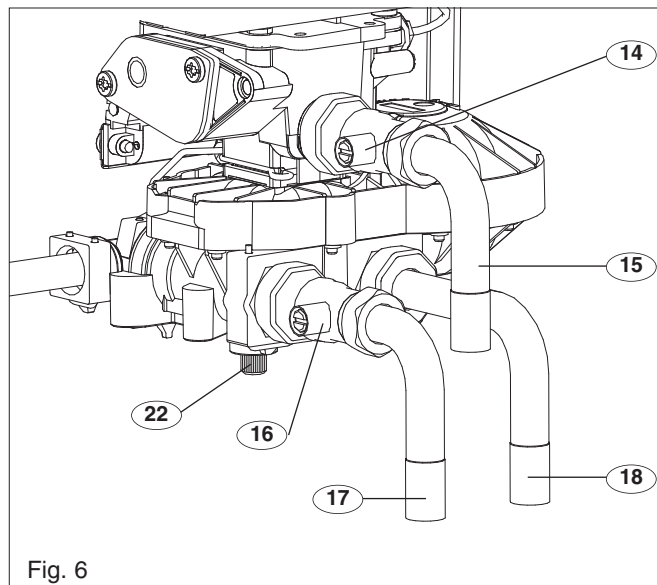

Fig. 6
Raccordement gaz naturel (fig. 6) :
Raccordement gaz butane - propane (fig. 6) :
Raccordement eau froide (fig. 6) :
Raccordement eau chaude (fig. 6) :
- Vérifier que les robinets d'arrivée d'eau froide repère (16) (fig. 6) et de gaz repère (14) (fig. 6) ou le détendeur de l'installation butane ou propane sont ouverts.
- Fermer le robinet d'arrivée d'eau froide repère (16) (fig. 6, page 4).
- Dévisser le bouchon de purge (22) (fig. 6, page 4).